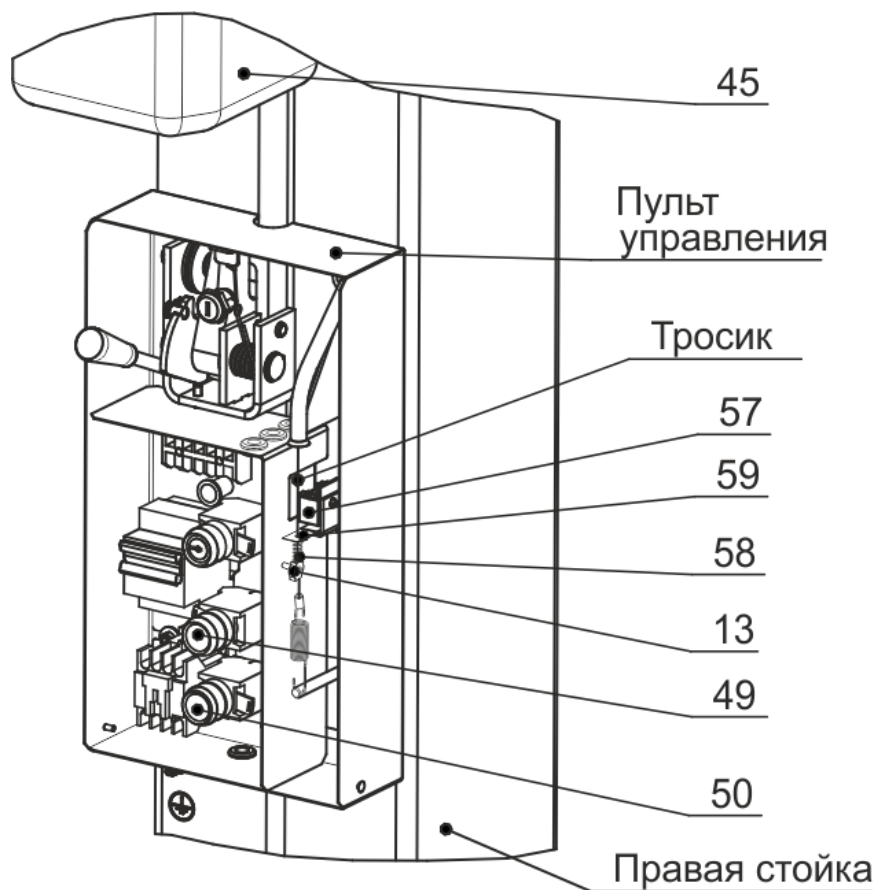

Рисунок 6.6 – Система автоматического отключения насосной станции при достижении каретки крайнего верхнего положения
6.12.1 Система автоматического отключения привода насосной станции 45 при достижении нижней части каретки 63 крайнего верхнего положения (~1745 мм от основания стойки) установлена и отрегулирована на предприятии-изготовителе (рисунок 6.6).